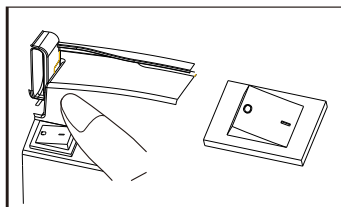

Figura 8
8. Ligue o nebulizador pressionando o interruptor de alimentação na posição I (ON) e inicie o tratamento (consulte a figura 8).